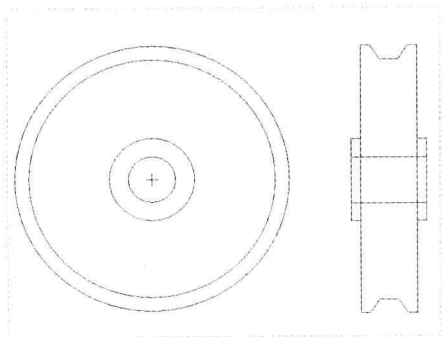

图 3-40 图形文件
Step 01 按【Ctrl+O】组合键，打开图形文件，如图 3-40 所示，在“功能区”选项板的“草绘”选项卡中，单击“尺寸”面板中的“法向”按钮.